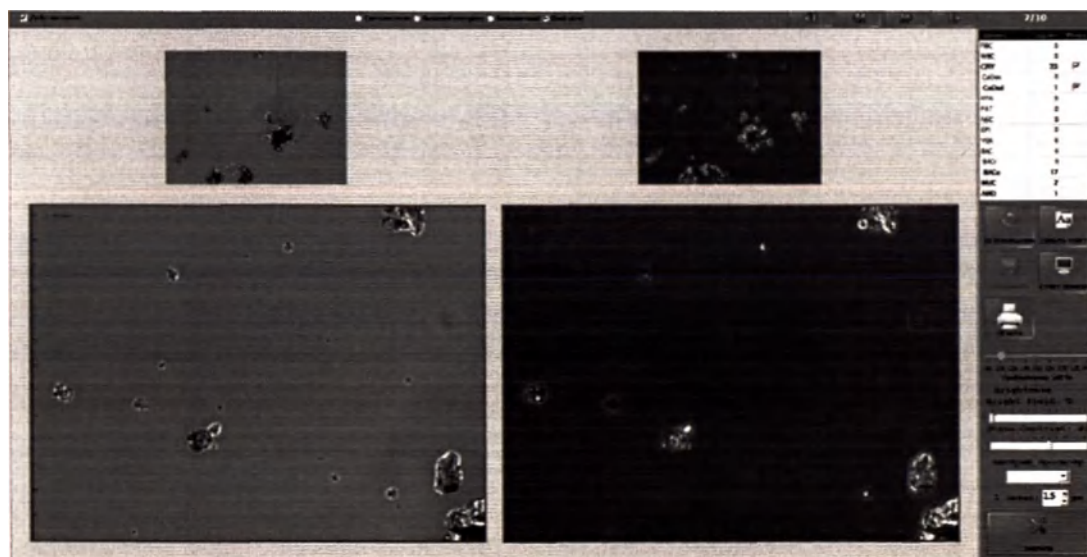

Рисунок 16. Окно Dual view
- Выберите опцию Dual view (Двойной вид), чтобы светлопольное и фазово-контрастное изображения были показаны рядом друг с другом (см. рисунок 16). В данном режиме оператор может увеличить и уменьшить масштаб. Увеличенное изображение выделено синим цветом на меньших верхних изображениях. Переместите выделенную часть, нажав на верхних изображениях или удерживая левую кнопку мыши и перемещая мышь.